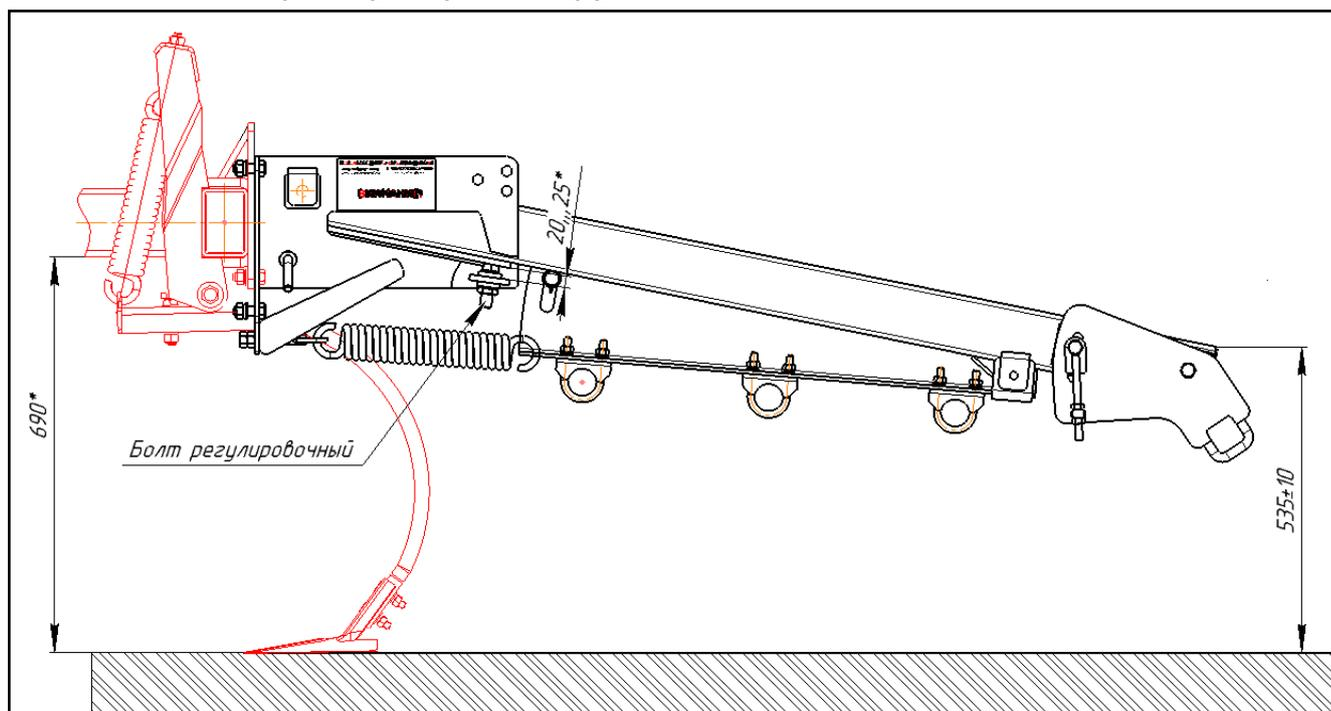

Рисунок 18.2 – Установка подвесок комбинированного шлейфа
2) Первоначально необходимо выставить раму в горизонт, установить культиватор с опорой на стрельчатые лапы, произвести установку подвесок шлейфа на фланцы рамы и крыльев. Следует обратить внимание, что присоединение фланцев надлежит производить не на верхние отверстия фланца, а на вторые по высоте (см. рисунок 18.2). Установить все подвески шлейфа на рамную конструкцию.
3) Произвести проверку позиционирования поводка подвески катка. При высоте рабочего органа 690 мм проконтролировать высотный размер  $535 \pm 10$  мм (рисунок 18.2). Все поводки должны быть одинаково позиционированы по высоте. В случае отклонения высотного размера свыше 525...545 мм надлежит произвести регулировку положения поводка болтом регулировочным, расстояние от головки болта до фланца при номинальных размерах должно составить от 20 до 25 мм.